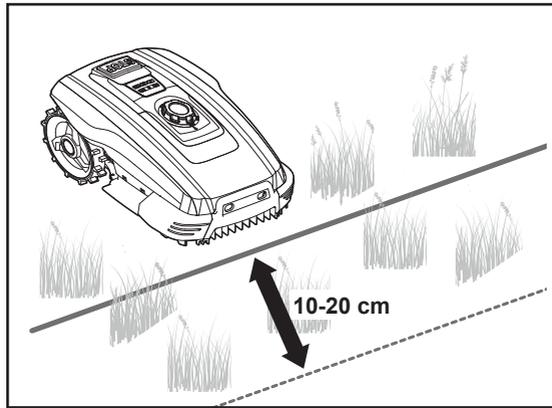

Fig. 1
REMARQUE : Pour garantir la précision de la navigation, la machine franchit intentionnellement le câble périphérique (19) sur une petite bande d'environ 10 à 20 cm. Ce comportement doit être pris en compte lors de la planification de la zone de tonte (Fig. 1).